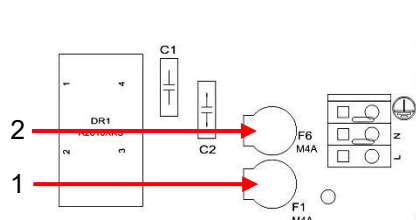

Figure 34
5. Dévisser les deux attaches des fenêtres d'observation (voir figure 34).
11. Fixez les fenêtres à l'aide des supports prévus à cet effet (voir Figure 34).